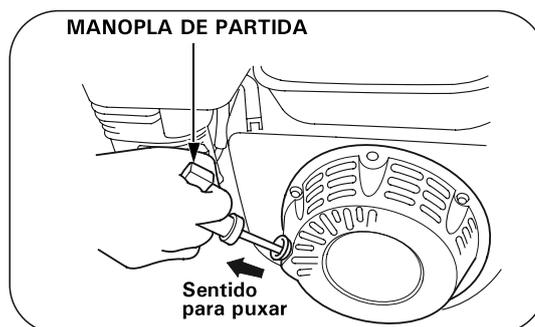

FIG. 05
5. Puxe a manopla de partida levemente até sentir a resistência, e então puxe com força no sentido da seta, conforme mostrado abaixo. Deixe a manopla de partida retornar à posição inicial com suavidade. (Fig.05)